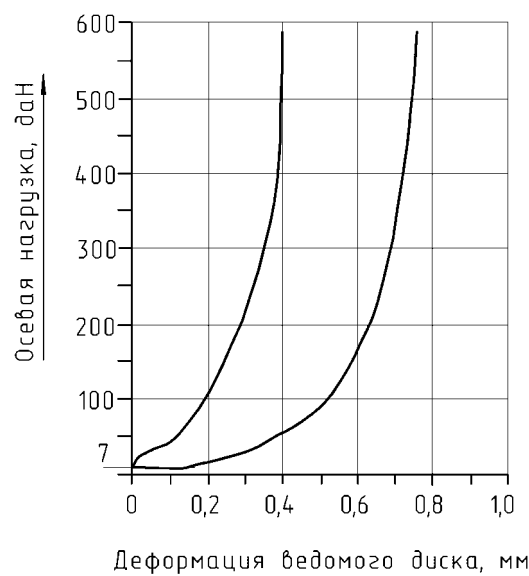

Рис.73. Ведомый диск сцепления:
**Ведомый диск** (рис.73) имеет две фрикционные накладки 1, приклепанные независимо одна от другой к пластинчатым пружинам, также снабжен встроенным демпфером холостого хода и двухступенчатым гасителем крутильных колебаний. Демпфер холостого хода снижает стуки и вибрации шестерен коробки передач на холостом ходу. С ростом передаваемого крутящего момента вступает в действие двухступенчатый гаситель крутильных колебаний. Сначала вступают в работу пружины 3 первой ступени демпфирования гасителя крутильных колебаний, далее начинают работать пружины 4 второй ступени.